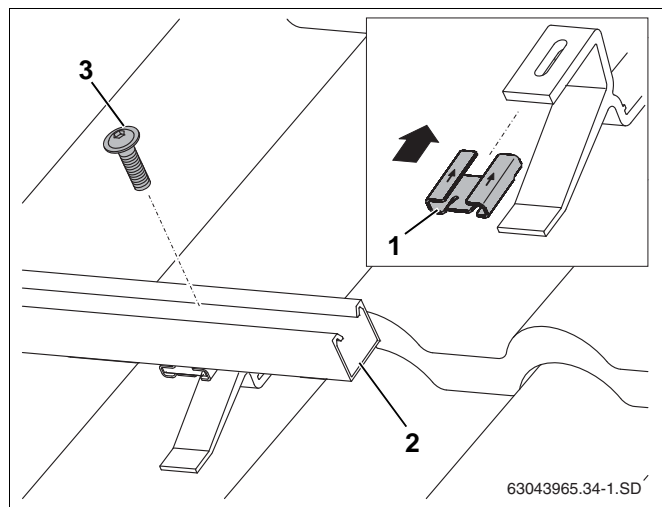

Fig. 32 Fastgøring af profilskiner på tagkrogen
- ▶ Skub skydemøtrikken (fig. 32, **pos. 1**) i pilens retning på tagkrogen.
- ▶ Læg de nederste profilskiner (fig. 32, **pos. 2**) på tagkrogen, og stram skruen M8 (fig. 32, **pos. 3**) en smule, så profilskinerne stadig kan justeres.